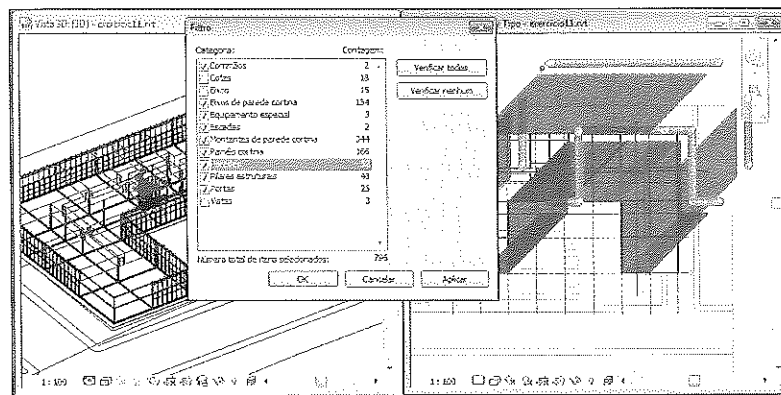

Figura A.80 – Seleção de todos os elementos do pavimento tipo.
- Abra a vista do **Pav Tipo** e a vista 3D, como mostra a Figura A.80. Na vista 3D, selecione a laje do pavimento tipo (use **Tab**), em seguida pressione **Ctrl** (para somar a seleção) e mude para vista do **Pav Tipo**. Nessa vista, faça uma janela com a opção **Window** e selecione todos os elementos do pavimento. Clique em **Filtro** na aba **Modificar**, deixe selecionados somente os elementos, Figura A.80, e clique em **OK**.